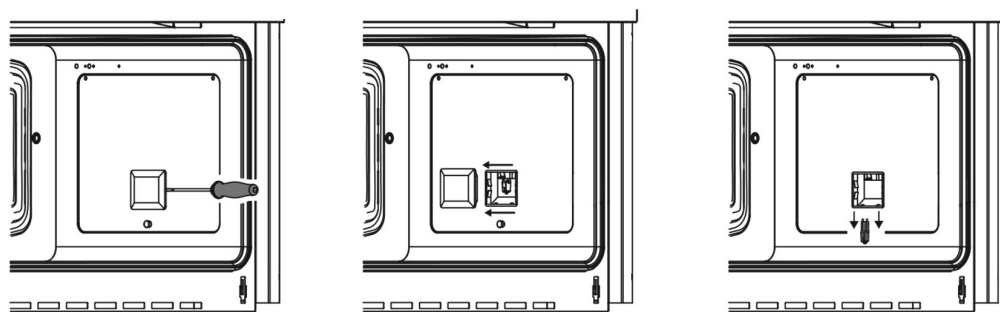

Fig. 14
- Hebeln Sie mit einem Schraubenzieher vorsichtig unter das Lampenglas (siehe Abb. 14).